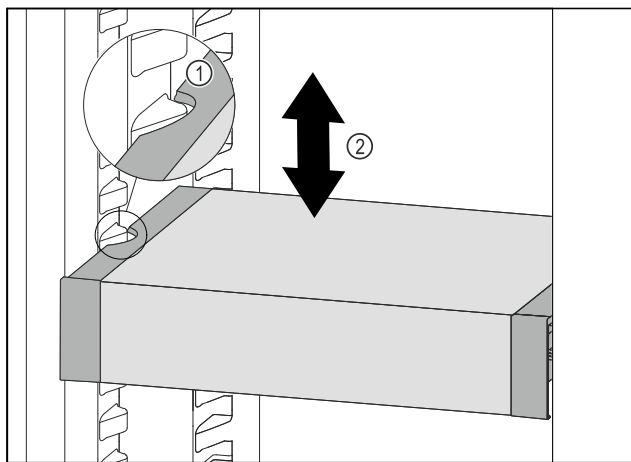

Fig. 49
- Dra VarioSafe framåt tills sidofördjupningarna på VarioSafe är i samma nivå som behållarlisterna i kyldelen. Fig. 49 (1)
- Förflytta VarioSafe uppåt eller nedåt i kyldelen tills önskad höjd har uppnåtts. Fig. 49 (2)